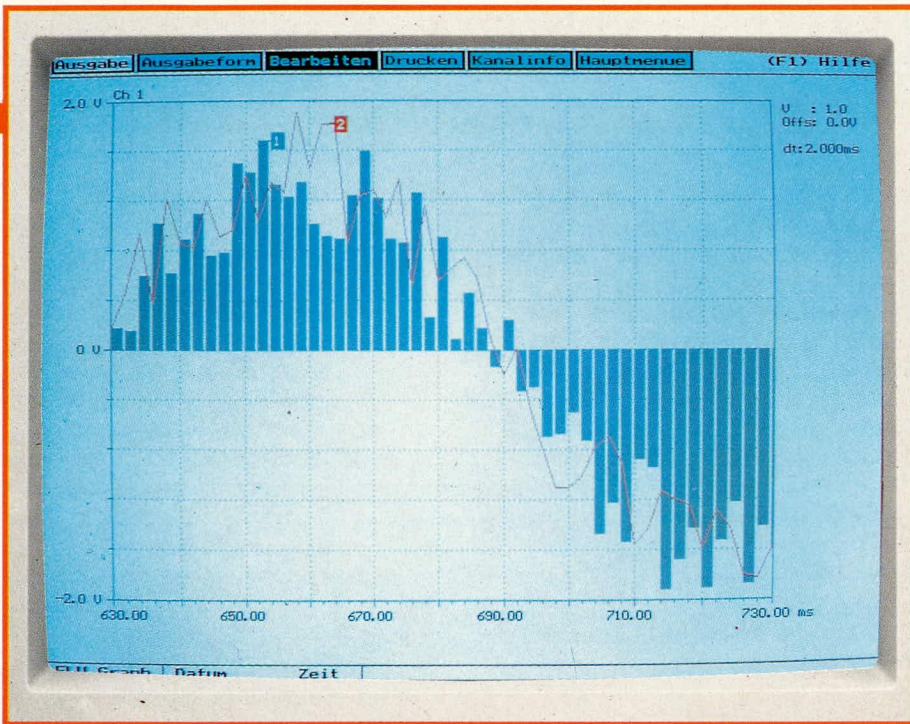

Bild 2:
- Variable grafische Veranschaulichung der Signalverläufe. Jeder Verlauf kann entweder als Kurve (Linie), als Balken- oder als Treppendiagramm ausgegeben werden. Die Darstellung in Kurven- und Balkenform bietet sich besonders bei gleichzeitiger Ausgabe mehrerer Verläufe in einem Fenster an, da hierdurch eine besonders leichte Unterscheidbarkeit und „optische Auflockerung“ erreicht wird (Bild 2). Eine Ausgabe in Treppenform wird man dagegen in der Regel bei digitalen Signalen vorziehen (so daß man eine oszillogramm-ähnliche Anzeige bekommt).